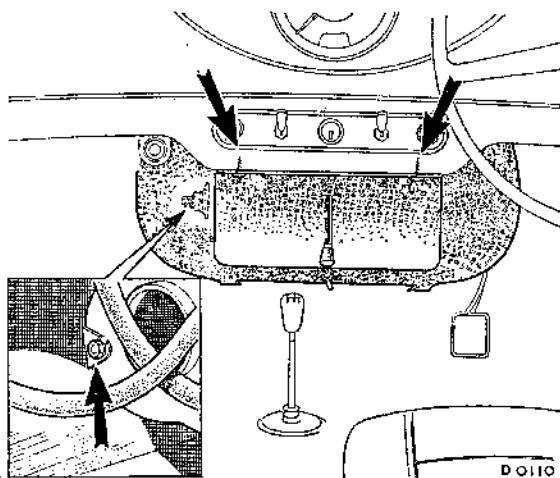

Fig. R.7
- (1) Desconectar la batería y vaciar el sistema de refrigeración.
- (2) Quitar la alfombrilla delantera para que no se manche con el refrigerante al quitar los tubos.
- (3) Desconectar los dos conectores a presión, por debajo de la bandeja para paquetes, y la conexión del interruptor del soplador, del interruptor de encendido.
- (4) Quitar las cubiertas del tubo desempañador, sacar los tubos y soltar el manguito de entrada del aire exterior.
- (5) Soltar las abrazaderas del manguito de agua de la calefacción y sacar los manguitos de la unidad.
- (6) Aflojar la tuerca de fijación de la parte trasera de la unidad al soporte y quitar los dos tornillos, bajo la bandeja, que fijan la parte anterior del calefactor (Fig. R.7). Levantar la unidad de los soportes ranurados traseros, mantener los dedos en los tubos del elemento calefactor y sacar la unidad fuera del coche. Vaciar el refrigerante de la unidad.